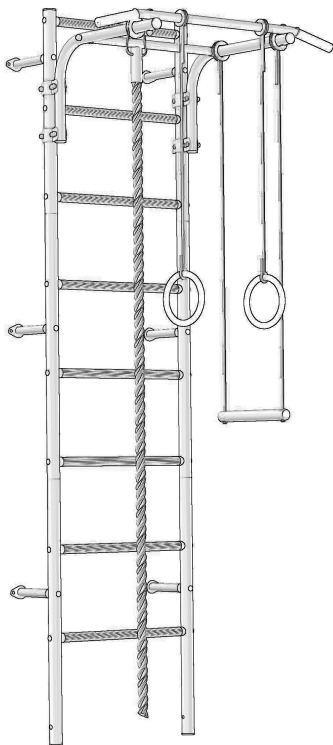

Рис. 1 – ДСК-11.с. ПВХ «АТЛЕТ-1»
3.1. КОМПЛЕКС представляет собой сборно-разборную каркасную конструкцию из металлических труб, закрепленную анкерными болтами в стену (Рис. 1.) Основными составными элементами КОМПЛЕКСА являются вертикальная «шведская лестница» и регулируемый по высоте турник на металлических хомутах с навесным оборудованием.